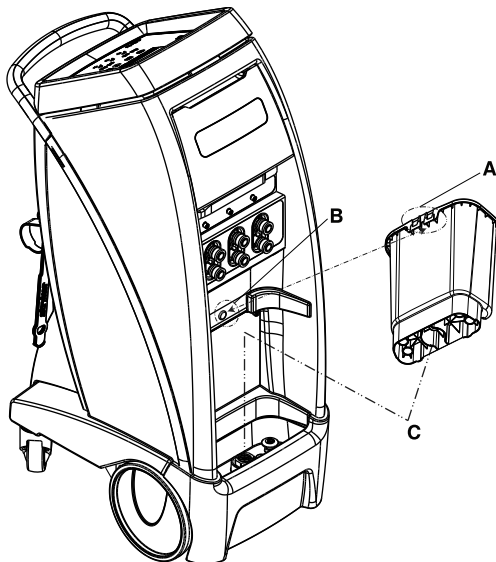

Figura 5-15: Reservatório amovível
Para remover o reservatório, faça-o avançar inclinado e levante o reservatório (Figura 5-15 na página 5-29).
1. Para voltar a colocar o reservatório, alinhe a base do reservatório sobre o dreno (C).
2. Alinhe o entalhe na parte posterior do reservatório (A) com o gancho no controlador (B) (Figura 5-15 na página 5-29).